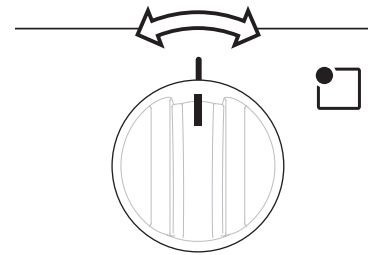
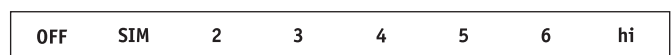

Fig. 1
Fig. 2
2. Appuyez sur le bouton de commande de l'élément (fig. 1) et tournez-le dans n'importe quelle direction pour choisir le réglage de température désiré. Commencez la plupart de vos cuissons par un réglage plus élevé, puis baissez le réglage pour terminer la cuisson. Les boutons n'ont pas à être positionnés à un réglage en particulier. Utilisez les schémas fournis comme repères et ajustez le bouton de commande selon le besoin (fig. 2). Chaque élément de surface fournit une quantité de chaleur constante à chacun des réglages. Pour plus de détails, reportez-vous au **Tableau des réglages suggérés pour les éléments** (fig. 3).